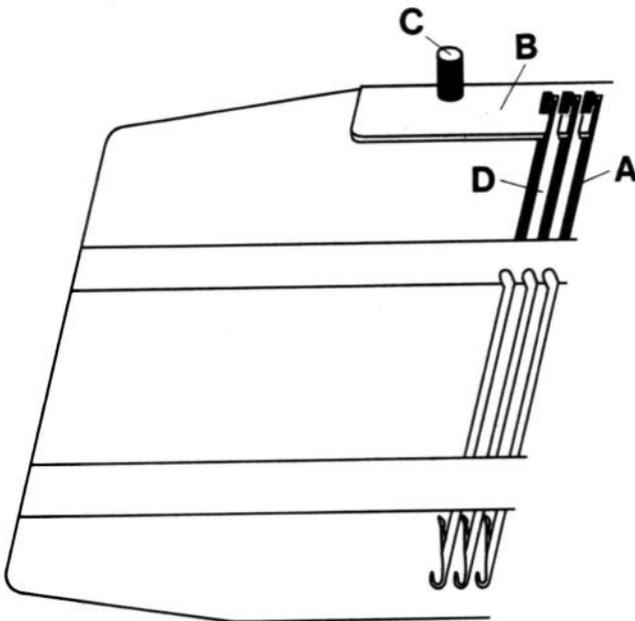

Fig. 79
179 solche Stösser liegen im Stösserbett (A). Jeder Stösser ist im gewissen Sinn die Verlängerung der vor ihm im Nadelbett liegenden Zungennadel. Fig. 79
Um den Stösser in Arbeit zu bringen, muss die Riegelschiene (B) geöffnet und der Stösser aus der Schiene herausgeschoben werden, gemäss Fig. 79 und 80, wie folgt: